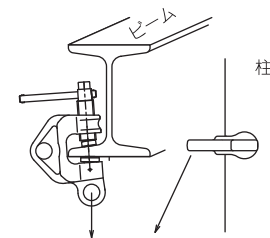

図5 アイプレート代りの使用例
⑨つり荷つかみ部勾配10°まで使用できます（Iビーム8°）。（6.使用上のご注意(8)項をご参照ください。）
⑩アイプレート代わりに使用できます。（図5をご参照ください）